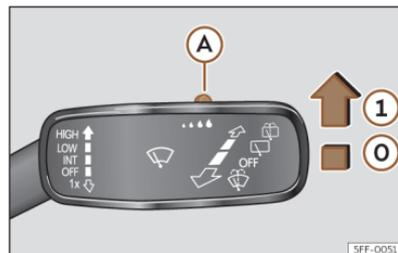

Abb. 104 Scheibenwischerhebel: Regensensor (A) einstellen.
>>> (Abb. 104).
- ① Regensensor aktiv – automatisches Wischen bei Bedarf.
Nach dem Aus- und Wiedereinschalten der Zündung bleibt der Regensensor aktiviert und funktioniert wieder, wenn der Scheibenwischerhebel in der Position >>> (Abb. 104) ① steht und schneller als 16 km/h (10 mph) gefahren wird.